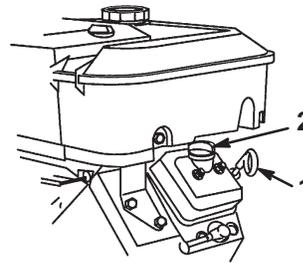

Bild 10
2. Entfernen Sie den Peilstab und wischen ihn mit einem sauberen Lappen ab (Bild 10). Stecken Sie den Peilstab in den Einfüllstutzen und stellen sicher, dass er vollständig eingeführt ist. Entfernen Sie den Peilstab und kontrollieren den Ölstand.
3. Entfernen Sie bei niedrigem Ölstand den Fülldeckel von der Ventilabdeckung (Bild 10) und gießen so viel Öl ein, dass der Ölstand die „Voll“-Marke am Peilstab erreicht; siehe „Warten des Motoröls“ auf Seite 27 für die korrekte Ölsorte und -viskosität. Gießen Sie Öl langsam ein und kontrollieren den Ölstand häufiger während des Füllens. **Füllen Sie nicht zu viel Öl ein.**